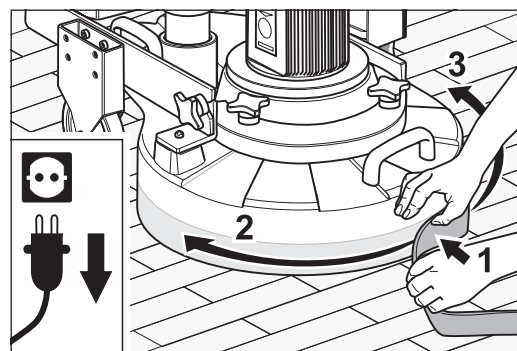

Abb. 13 Das Abdichtband an das Maschinengehäuse fest andrücken.
- 11** Setzen Sie die Mitte des Abdichtbands vorne am unteren Rand des Maschinengehäuses so an, dass die Unterkante des Abdichtbands am Fußboden ansteht (Abb. 13, 1).
- 12** Drücken Sie das Abdichtband an das Maschinengehäuse (Abb. 13, 2 + 3), so dass es bei montierten Tellern gleichmäßig am Fußboden ansteht.